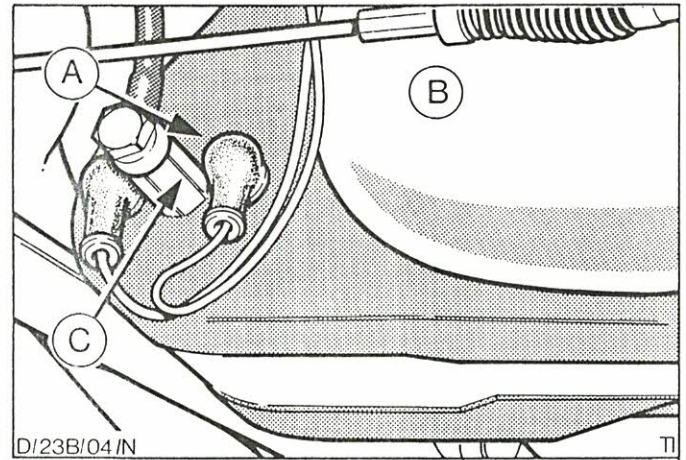

Abb.5 Sitz der Elektro-Kraftstoffpumpe
a) Elektrokraftstoffpumpe, Abb.5.